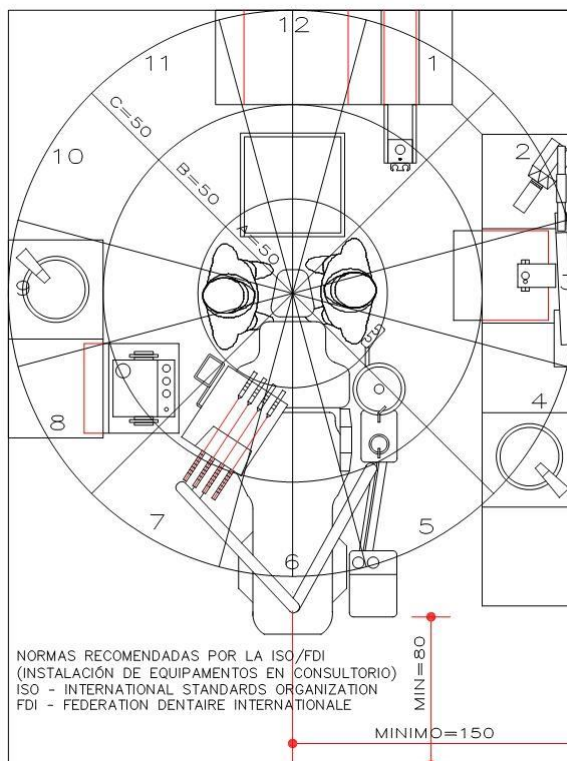

FIG. 2: DISTRIBUCIÓN EN PLANTA, DIMENSIONES MÍNIMAS A MUEBLES Y/O PAREDES DEL CONSULTORIO ODONTOLÓGICO
- La ubicación de la caja de conexiones se realizará considerando el área de trabajo necesaria para el odontólogo y la proximidad de muebles fijos y paredes del consultorio (Fig. 2)